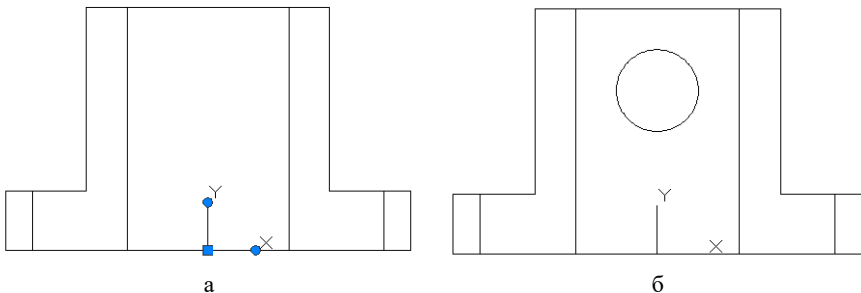

Рисунок 1.11 – Послідовність виконання побудов етапу 13
13) Вкладка *View (Вид)* → Панель інструментів *Visual Styles* (візуальні стилі)  → вибрати *2D Wireframe (2D каркас)*  → Вкладка *View (Вид)* → Панель інструментів *Views (Види)*  → вибрати *Front (спереду)*  → Початок координат перенести в точку, яка вказана на рисунку 1.11,а → побудувати коло Ø30 (рис.1.11,б): вкладка *Home (Головна)* →